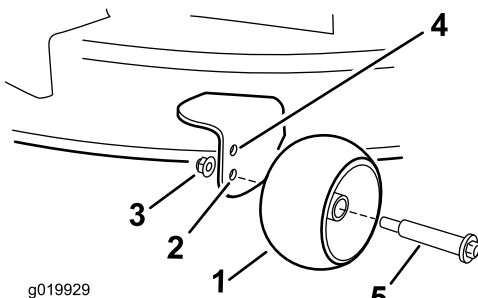

Figure 18
- Trou supérieur – utilisez cette position pour les hauteurs de coupe du tablier de coupe jusqu'à 63mm (2-1/2 po) (Figure 18).
- Trou inférieur – utilisez cette position pour les hauteurs de coupe du tablier de coupe à partir de 76mm (3 po) (Figure 18).